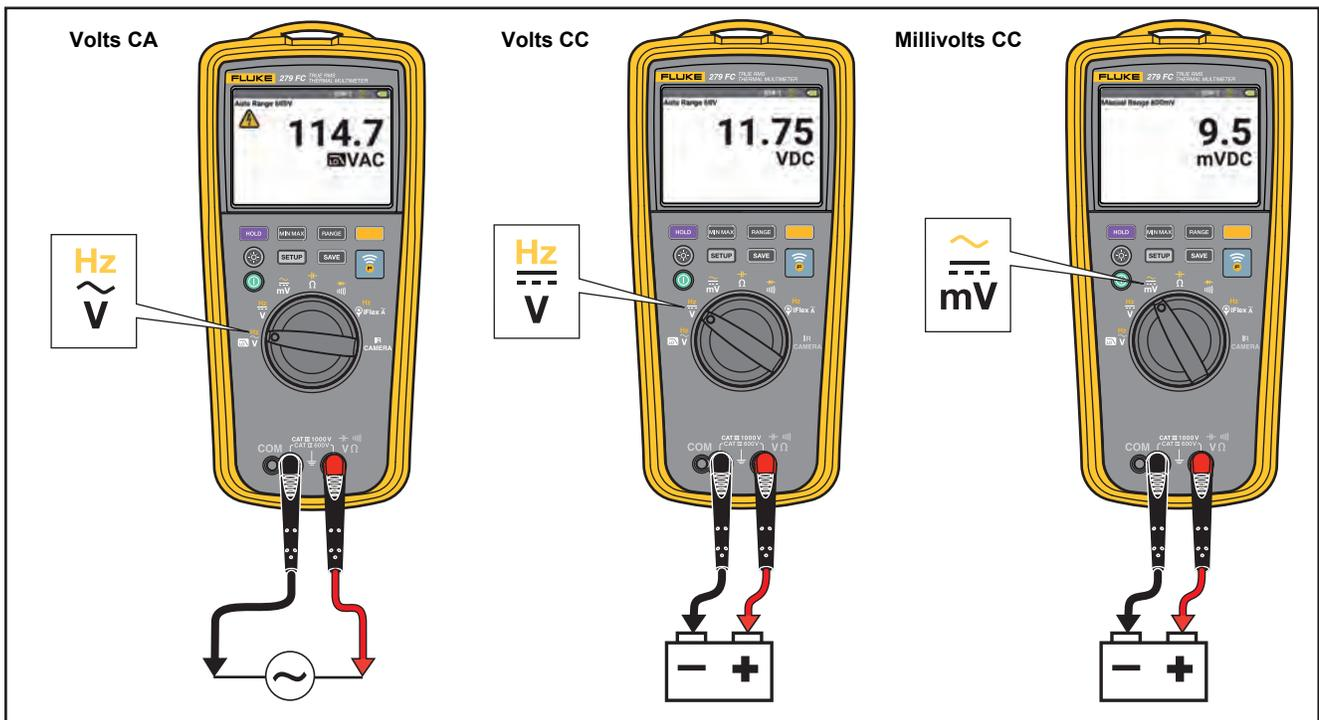

Figure 4. Mesures de tensions CA et CC
- Mesures de tensions CA et CC. Voir la Figure 4.
1. Placer le commutateur rotatif sur  $\hat{\sim}$ . Voir la Figure 4.